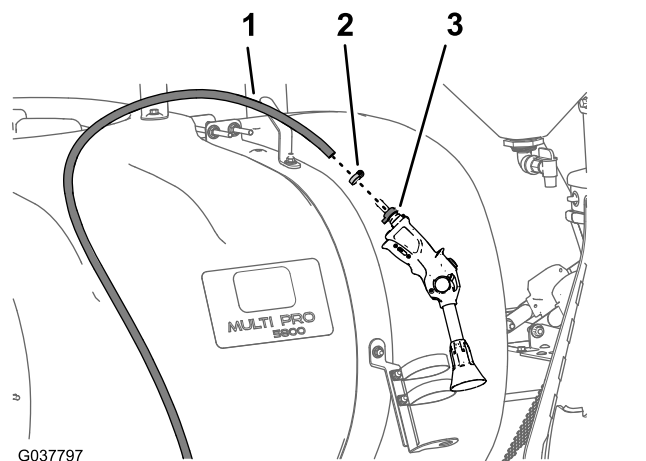

Figure 96
5. Fixez l'embout cannelé du pistolet-pulvérisateur, que vous avez retiré sous Dépose du pistolet-pulvérisateur du flexible d'alimentation (page 19), au flexible d'alimentation avec un collier (Figure 96).